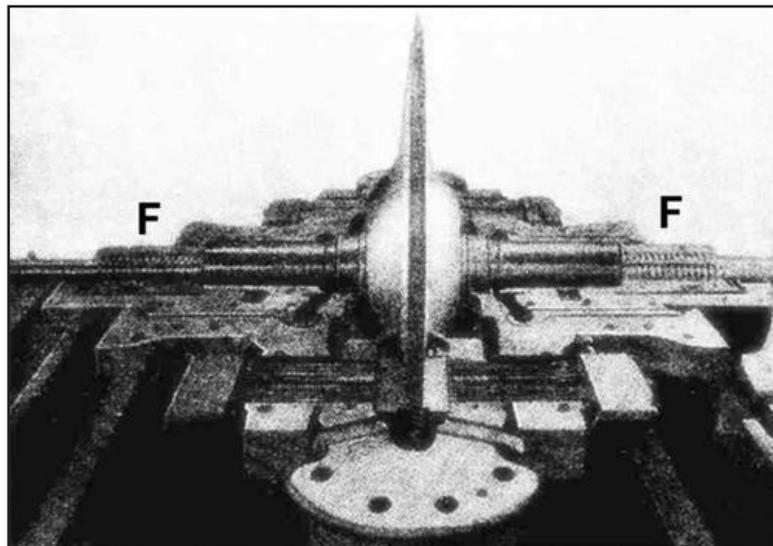
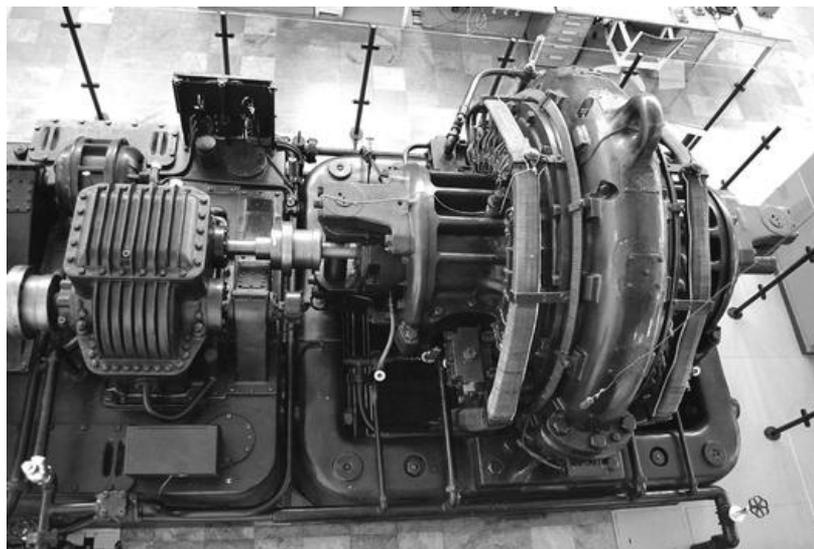
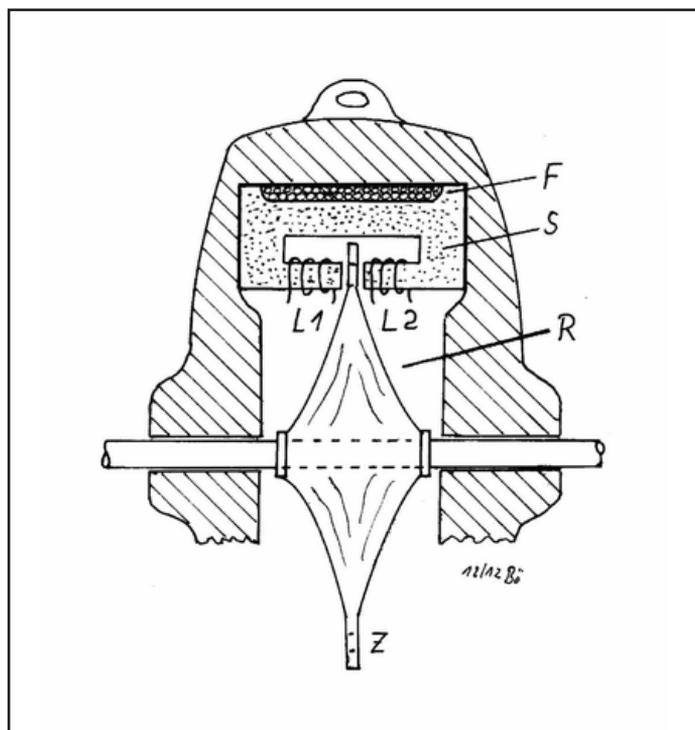
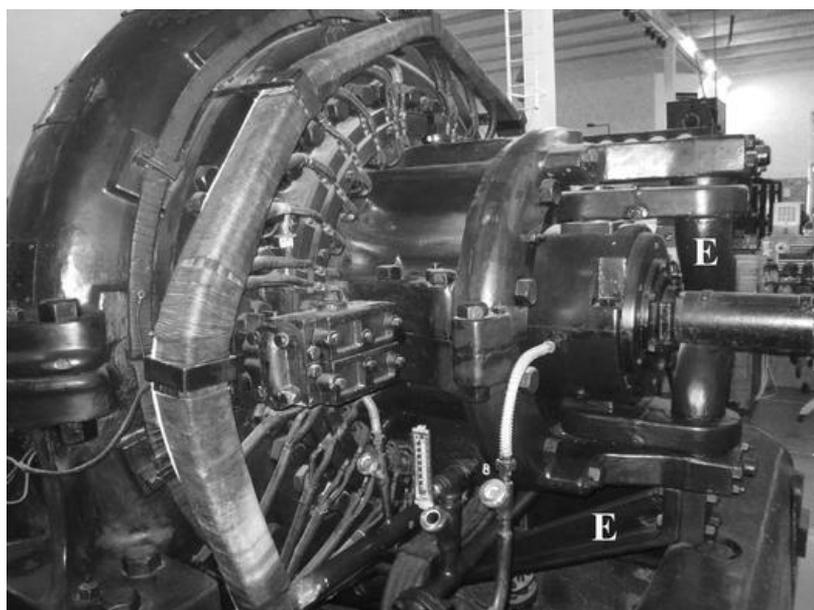

Bild 4: Der Rotor einer Alexanderson-HF-Maschine. Bild aus [3]
Bild 3: Der „Alternator“ mit dem Getriebe. Bild: O. Kjellgren
Bild 5: Aufbauprinzip eines Alexanderson-Generators. Bild: H.P. Bölke
Bild 6: Vorderansicht des „Alternators“. Bild: U. Gumpert
er besteht aus dem 500-PS- / 440-kW-Asynchron-Induktionsmotor im Vordergrund, der über ein Zahnradgetriebe den im Hintergrund sichtbaren 200-kW-Wechselstromgenerator, „Alternator“ genannt, antreibt. Der komplette Maschinensatz ist 6,50 m lang und 3,50 m breit, seine Masse beträgt 50 t. Bild 3 zeigt eine Seitenansicht des Alternators mit dem davor befindlichen Übersetzungsgetriebe, welches die genau auf 711,30 U/min, entsprechend 11,855 U/s, einregulierte Drehzahl des Motors im Verhältnis 2,973 auf rund 35,244 U/s bzw. rund 2100 U/Min. heraufsetzt. Mit dieser Drehzahl rotiert im Inneren des Generators eine aus massiven Stahl bestehende Scheibe von 1,6 m Durchmesser, deren Dicke in Richtung auf ihre Peripherie bis auf 7,5 cm stetig abnimmt. Ihre Form ist vergleichbar mit einem Diskus. Das historische Bild 4 aus [3] zeigt den Rotor einer Alexanderson-HF-Maschine. Weil die hohe Umfangsgeschwindigkeit des Rotors von 640 km/h große Fliehkräfte erzeugt, besitzt er keine Spulenwicklungen. Außerdem müsste der Rotor zum Erzeugen der gewünschten hohen Wechselstromfrequenz etwa 1.000 Pole aufweisen, die
dann nur eine Größe im Millimeterbereich hätten, hinzu kämen die Wicklungen sowie die erforderliche Isolation. Aus diesen Gründen hielten um 1910 Fachleute leistungsfähige Wechselstromgeneratoren für Frequenzen von 10 kHz und höher für technisch nicht realisierbar. ERNST ALEXANDERSON [2] erfand jedoch eine Lösung des Problems: Bild 5 zeigt stark vereinfacht den inneren Aufbau des Alternators: In dem aus zwei Halbschalen bestehenden Gussstahlgehäuse befindet sich das aus einzelnen Dynamoblechen zusammengesetzte Statorpaket (S), welches im unteren Teil zu jeweils gegenüberliegenden Polschuhen ausläuft. In dem engen Luftspalt zwischen diesen Polen dreht sich der Rotor (R). Dabei beträgt der Abstand zwischen Stator und Rotorscheibe auf beiden Seiten nur 0,4 mm! Im Grimeton-Generator gibt es auf jeder Seite des Rotors jeweils 32 Statoren, die zu je acht zusammengefasst gleichmäßig über 360° verteilt angeordnet sind. Jeder Stator trägt eine Spule (L1 bzw. L2). Die Anschlüsse der Spulen sind zu insgesamt vier Gruppen verbunden und werden über Kabel nach außen geführt. Auf Bild 6 sind diese gebündelten Kabel gut zu erkennen. Im oberen Teil trägt das Statorpaket eine von Gleichstrom durchflossene Spule (F in Bild 5), die ein starkes Magnetfeld erzeugt. Die ohmschen Verluste in dieser Spule und insbesondere die schnellen Änderungen des Magnetfeldes während des Betriebes führen zu einer starken Erwärmung des Statorpaketes: Dieses muss deswegen über eingebaute Rohrleitungen ständig mit Wasser
Eine Umdrehung des Rotors erzeugt 488 Schwingungen. Da er sich, wie weiter oben gezeigt wurde, in jeder Sekunde rund 35,244 mal dreht, beträgt somit die Frequenz  $488 \times 35,244 = 17\,199,072$  Hz bzw. rund 17,2 kHz. Der bereits erwähnte kleine Luftspalt von nur 0,4 mm zwischen dem Rotor und den Statoren kann durch eine besondere Vorrichtung („F“ in Bild 6) genau eingestellt werden, dabei wird die Achse des Alternators um geringe Beträge horizontal verschoben. Starke Federn („F“ in Bild 4) verhindern danach jegliches axiales Spiel.